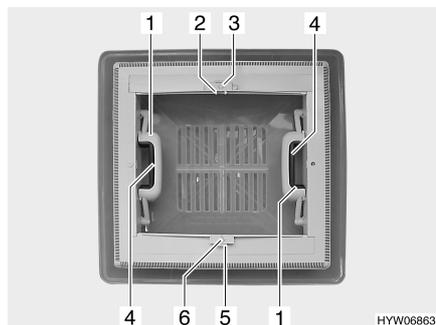

Fig. 19 Claraboya con cierre de resorte
- Presionar el cierre de resorte (Fig. 19,4) hacia el lado interior de la claraboya. Presionar simultáneamente hacia arriba la claraboya con el tirador (Fig. 19,1).
- Tirar la claraboya enérgicamente hacia abajo por los dos tiradores (Fig. 19,1), hasta que los dos cierres a presión engatillen.
- Presionar el dispositivo de bloqueo (Fig. 19,5) hacia la parte exterior de la claraboya.
- Tirar del asidero (Fig. 19,6) la persiana oscurecedora enrollable hacia el asidero opuesto de la mosquitera enrollable (Fig. 19,2) y hacerlos engatillar.
- Comprimir el asidero (Fig. 19,2). Se suelta el bloqueo.
- Devolver lentamente a su posición la persiana oscurecedora enrollable por el asidero (Fig. 19,6).
- Presionar el dispositivo de bloqueo (Fig. 19,3) hacia la parte exterior de la claraboya.
- Tirar del asidero (Fig. 19,2) la persiana oscurecedora enrollable hacia el asidero opuesto de la mosquitera enrollable (Fig. 19,6) y hacerlos engatillar.
- Devolver lentamente a su posición la mosquitera enrollable por el asidero (Fig. 19,2).